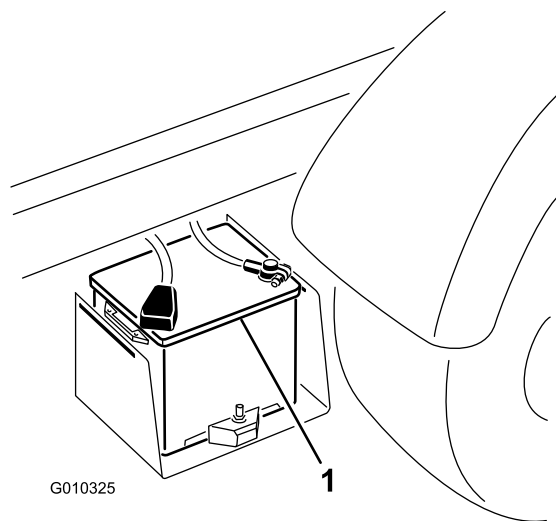

Figure 48
2. Raccordez un câble de démarrage entre les bornes positives des deux batteries (Figure 48). La borne positive se reconnaît au signe « + » figurant sur le couvercle de la batterie.